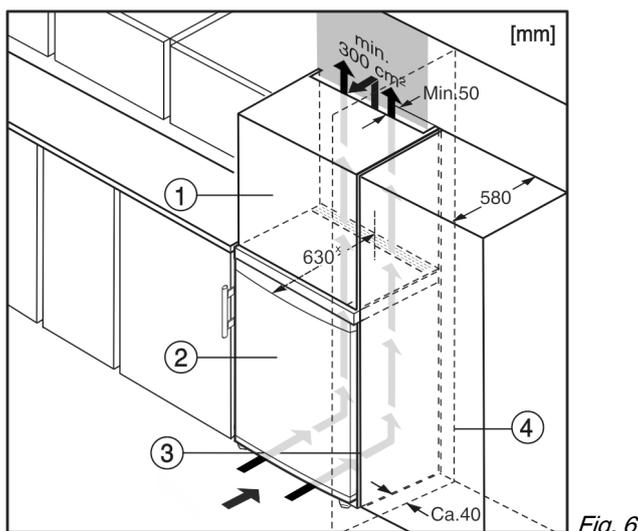

Fig. 6
- (1) Nadstavná skrinka* (3) Kuchynská skriňa*
(2) Zariadenie* (4) Stena*
Zariadenie môže byť zabudované medzi kuchynskými skriňami. Aby sa zariadenie Fig. 6 (2) prispôbilo výške kuchynskej linky, môže sa nad zariadením umiestniť nadstavná skrinka Fig. 6 (1).
Pri vstavaní s kuchynskými skriňami (hĺbka max. 580 mm) je možné zariadenie inštalovať priamo vedľa kuchynskej skrine Fig. 6 (3). Zariadenie vyčnieva nabok 34 mm * a v strede zariadenia 50 mm * oproti prednej časti kuchynskej skrine.
Ak je zariadenie umiestnené so zavesením vedľa steny Fig. 6 (4), musí vzdialenosť medzi zariadením a stenou činiť minimálne 40 mm. To zodpovedá presahu držadla pri otvorených dverách.*